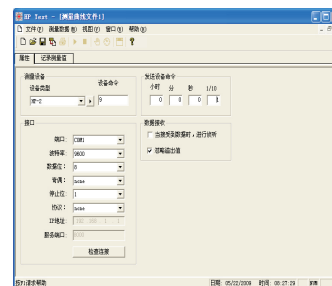

图8
- F. 选择测量曲线文件后，在设备类型中选择相对应的型号，在端口中选择电脑相应串口，并在设备发送命令中设置好电脑采集力值信号的时间。1/10为0.1秒（如图8：时为0，分为0，秒为0，1/10为1则电脑取点时间=0.1秒）；